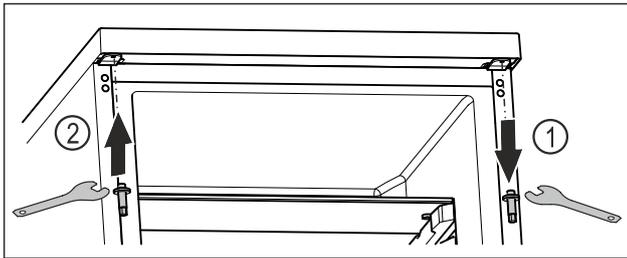

Fig. 20
- ▶ Oberen Bolzen mit Außensechskantschlüssel herausdrehen. Fig. 20 (1)
- ▶ Bolzen auf der Gegenseite mit Außensechskantschlüssel festschrauben. Fig. 20 (2)